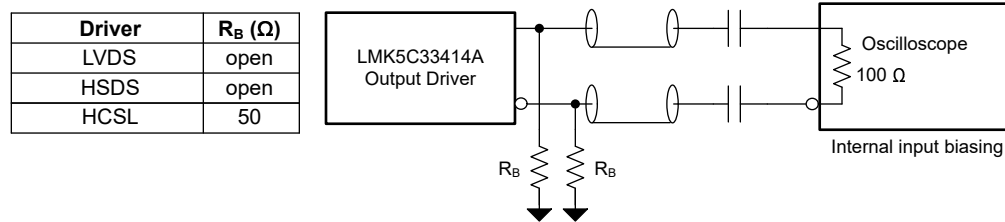

图 3-10. 输出终端建议
1. 确保所有必需的输出全部安装适当的终端元件，以匹配所需的输出类型。图 3-10 展示了适合每种输出格式的建议输出终端。